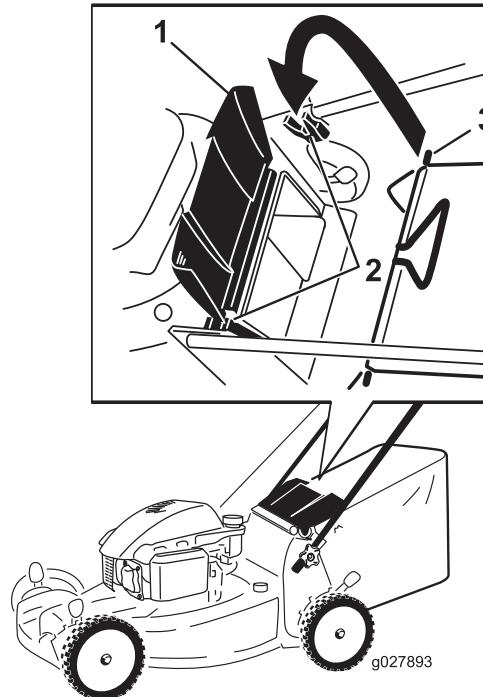

Figure 17
- Soulevez le déflecteur arrière et maintenez-le dans cette position (Figure 17).
| 2. Montez le bac à herbe en veillant à placer les ergots dans les crans des supports du guidon (Figure 17). | |